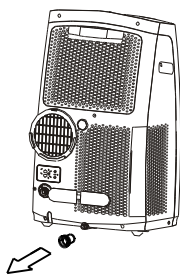

Imagen 22
- Cuando el nivel del agua en la bandeja inferior alcanza el nivel predeterminado, la unidad emitirá 8 pitidos y la pantalla digital del área mostrará P1. En este momento el proceso del aire acondicionado/deshumificador se interrumpirá inmediatamente. Sin embargo, el motor del ventilador continuará funcionando (esto es normal). Con cuidado mueva la unidad a un lugar seco, retire el enchufe del drenaje inferior y permita que el drenaje fluya (Imagen 22). Vuelva a instalar el tapón del drenaje inferior y reencienda la máquina hasta que desaparezca el símbolo P1. Si el error persiste, llame al servicio técnico. NOTA: Asegúrese de volver a instalar el tapón del drenaje inferior antes de utilizar la unidad.